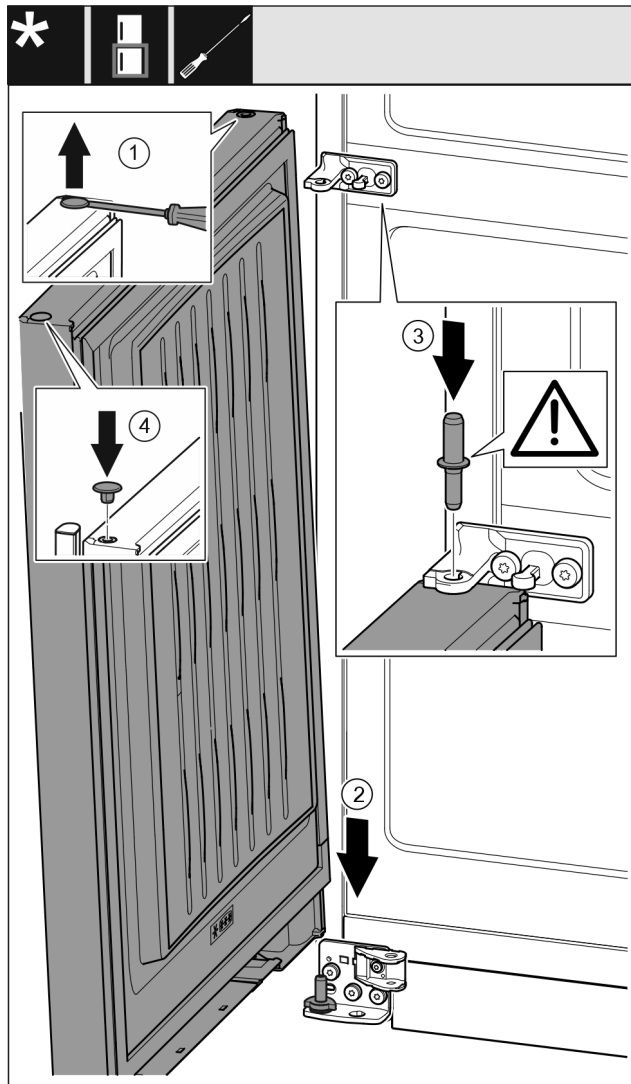

Fig. 29
- Sollevare il tappo Fig. 29 (1) con cautela con un cacciavite a intaglio ed estrarlo.
- Inserire la porta Fig. 29 (2) dall'alto sul perno di supporto inferiore.
- Inserire il perno di supporto centrale Fig. 29 (3) attraverso il blocco di supporto centrale nella porta inferiore. Facendo ciò assicurarsi che la camma di arresto sia rivolta all'indietro.
- Reinserire il tappo Fig. 29 (4) sull'altro lato della porta.